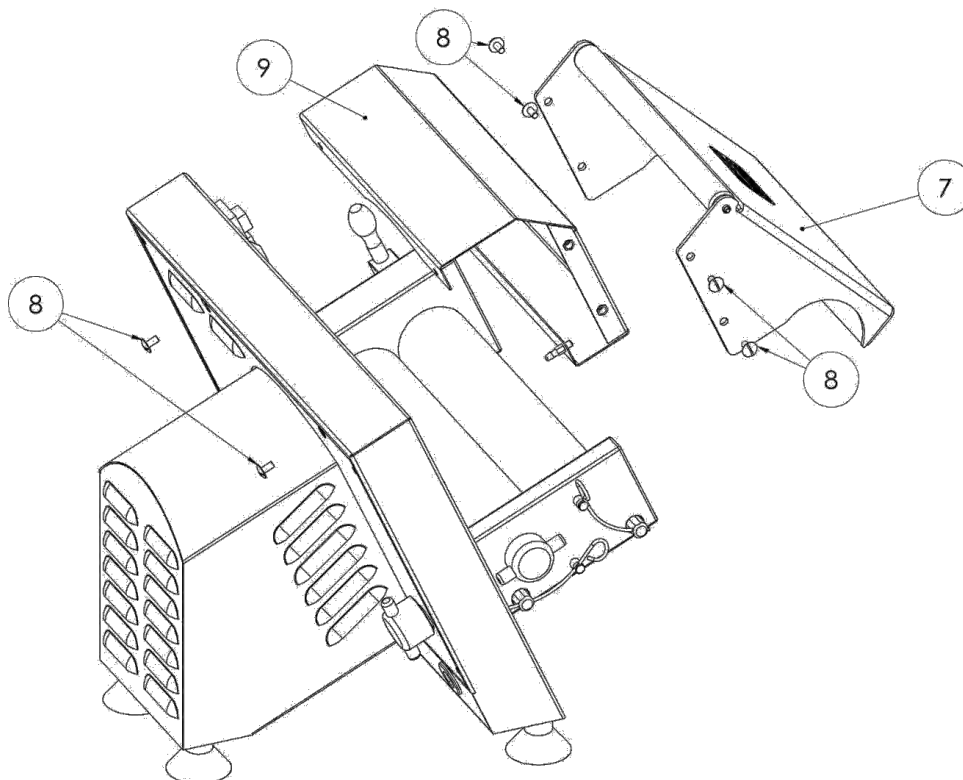

Abb. 5
- 10) Die Schrauben (8) der Walzenschutzvorrichtung (7) und der Rutsche (9) auf Abb. 5 einstellen. Die Walzenschutzvorrichtung (7) wird mit lauwarmem fließendem Wasser gereinigt und mit einem Tuch aus Baumwolle oder Papier abgetrocknet. Anschließend muss die Schutzvorrichtung **IMMER** wieder eingebaut und mit den Schrauben sorgfältig befestigt werden.